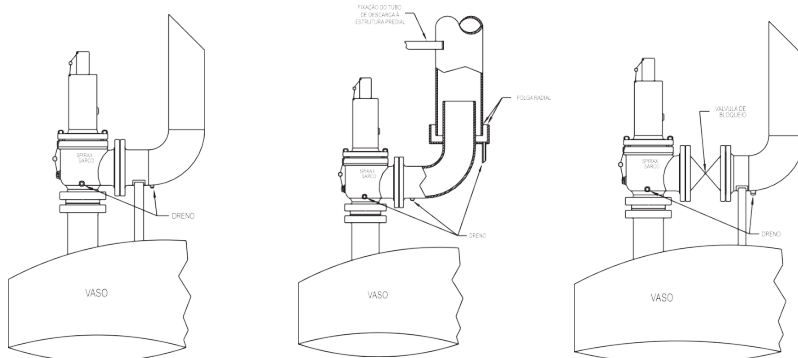

Figura 4
- Poderá ser instalada na tubulação de saída da válvula, uma válvula de bloqueio de passagem plena e de diâmetro nominal igual ou maior que o diâmetro de saída da Válvula de Segurança e Alívio, desde que observadas as recomendações da Norma API STD 520 Parte 2, dos códigos ASME Seç. XIII Apêndice B e ASME Seç. VIII UG-156(g) (Figura 4).